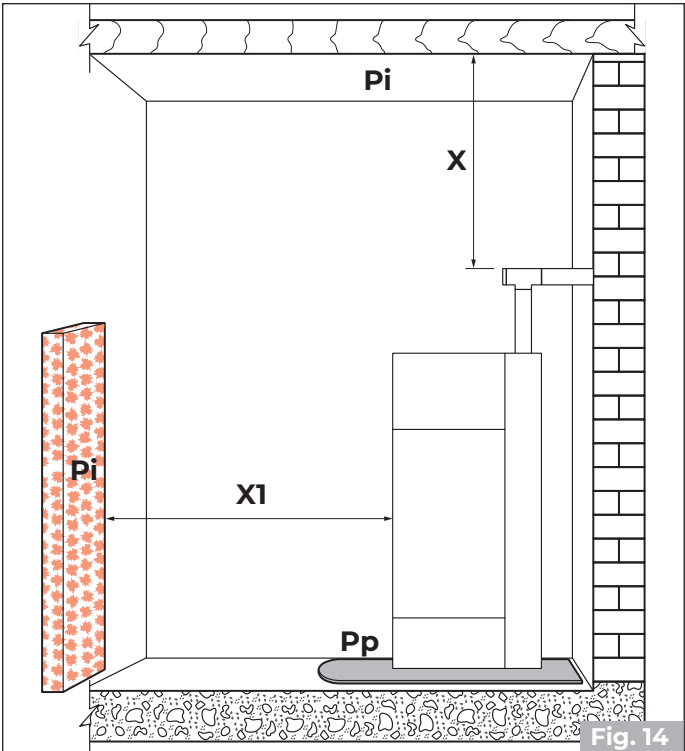
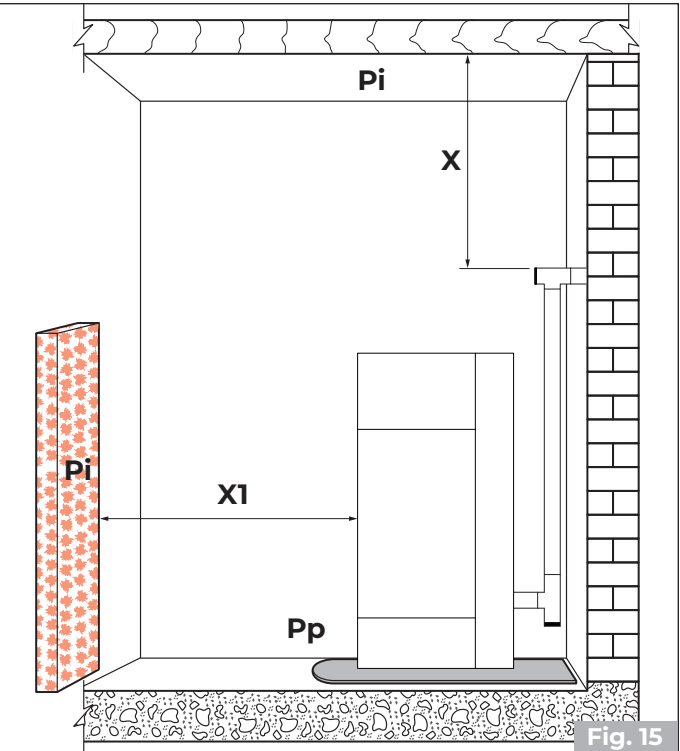

Fig. 14
Fig. 15
Se recuerda respetar la distancia mínima de los materiales inflamables (X), descrita en la placa de identificación de los tubos para realizar la chimenea (**Fig. 14 - Fig. 15**).